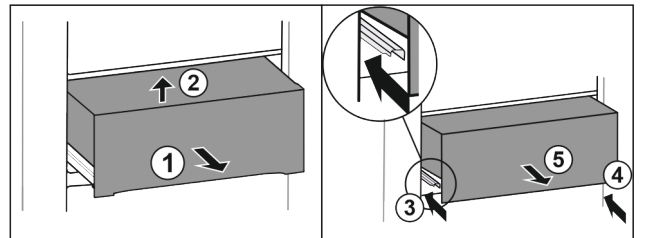

Fig. 38*
- Schubfach halb herausziehen Fig. 38 (1).*
- Vorne anheben Fig. 38 (2).*
- Linke Schiene einschieben Fig. 38 (3).*
- Rechte Schiene einschieben Fig. 38 (4).*
- Schubfach nach vorne entnehmen Fig. 38 (5).*